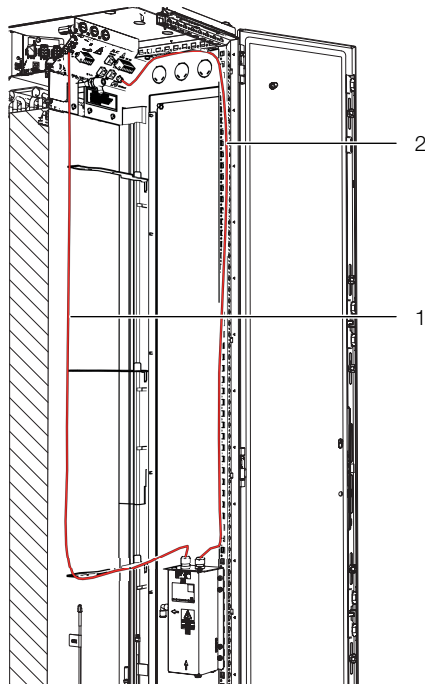
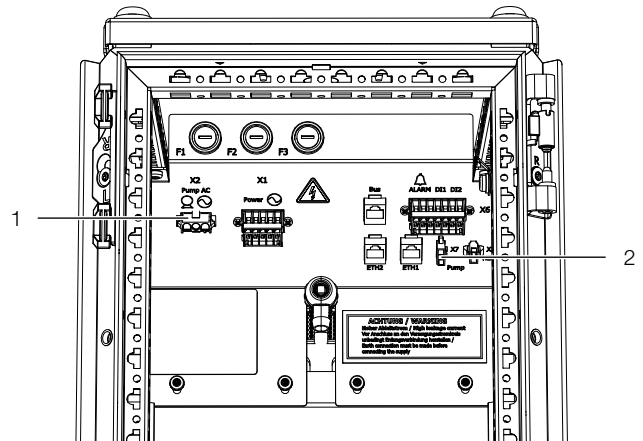

Abb. 67: Verlegung der Anschlusskabel
Abb. 68: Anschlusspunkte
- Führen Sie das DC- und das AC-Kabel der Kondensatpumpe räumlich getrennt nach oben zu den Anschlussbuchsen im LCP (Abb. 68). Aus Gründen der elektromagnetischen Verträglichkeit muss dabei auf der Kabelführung besonderes Augenmerk liegen (Abb. 67).